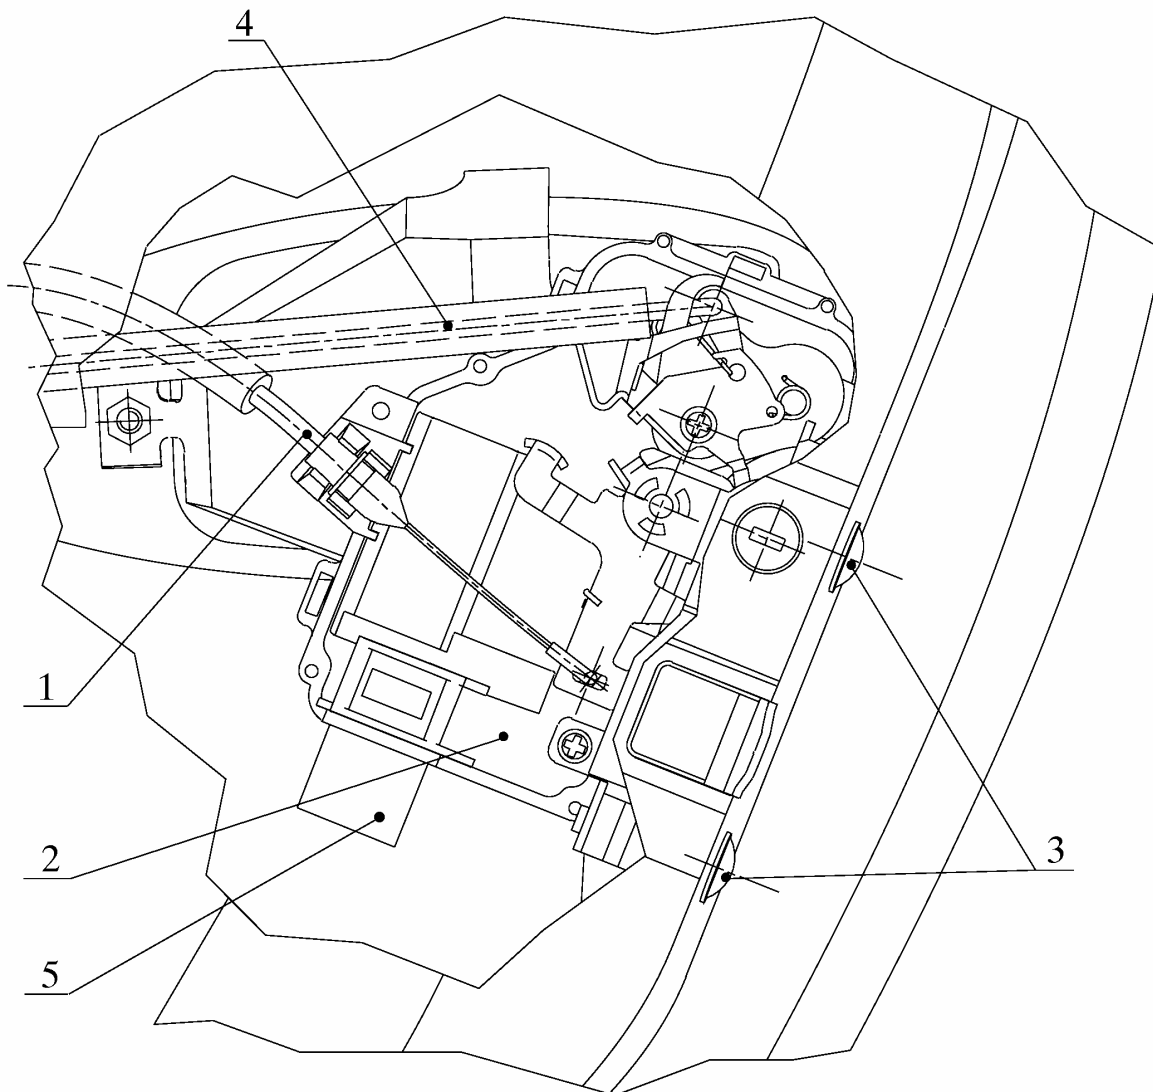

Рис. 21. Снятие замка задней двери:
5.1.6. Отсоединить колодку 5 (рис. 21) от замка 2.
5.1.7. Снять замок 2 (рис. 21) с тягой 1 внутреннего привода замка двери и тягой 4 промежуточной в сборе, отвинтив два винта 3.